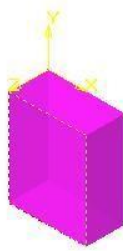

Рис.9
15. На экране появится цветное изображение (Рис.9);